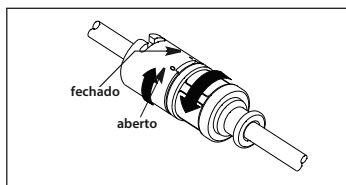

Figura 3
- Se estiver a utilizar uma proteção contra contaminação do cateter com um adaptador TwistLock (quando fornecido), certifique-se de que o TwistLock duplo da proteção contra contaminação do cateter está totalmente aberto (ver Figura 3).